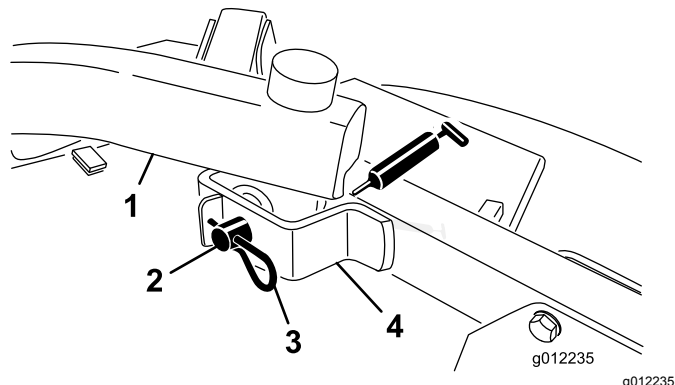

Bild 20
- Frontseitige Schwenkstellen des Hubarms (Bild 20)